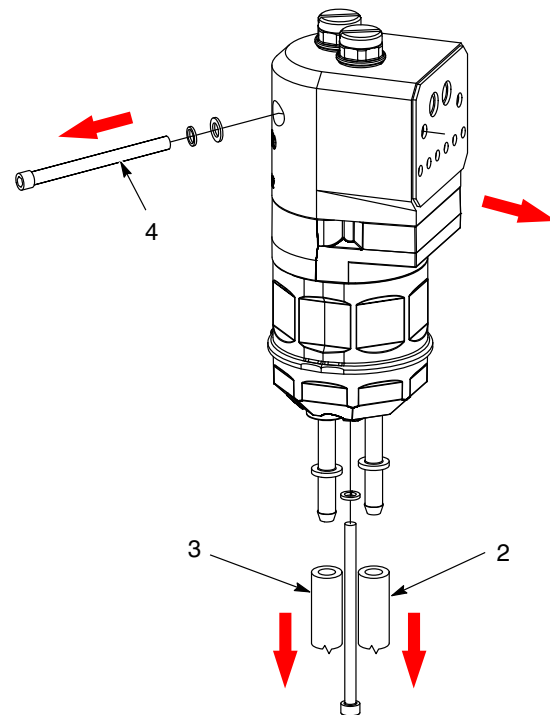
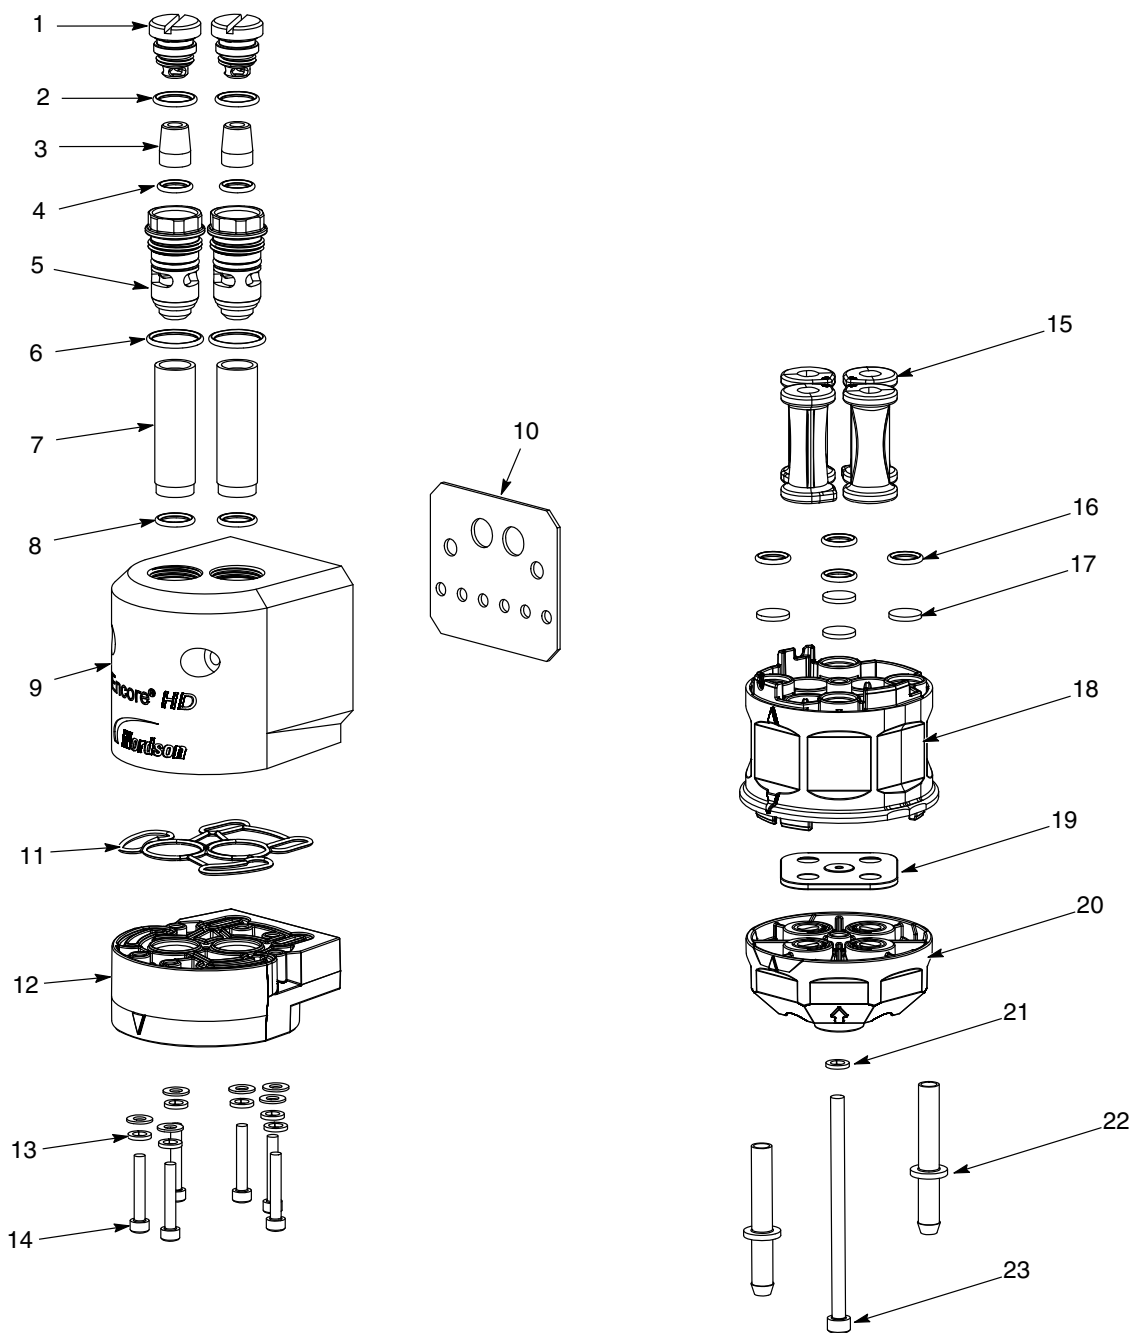

Figura 17 Preparação para a desmontagem da bomba standard
Figura 18 Desmontagem da bomba (Encore HD ilustrada)
2. Consulte a figura 17. Desligue os tubos de entrada (2) e de saída de pó (3) da parte inferior da bomba.
3. Remova o hardware de montagem no quadro elétrico que fixa a bomba ao painel de bombas (4) e desloque a bomba para uma superfície de trabalho limpa.
4. Consulte a figura 18. Desmonte a bomba como ilustrado, começando pelos tubos de fluidificação. Juntas que estejam coladas não necessitam de ser removidas, exceto se estiverem danificadas.